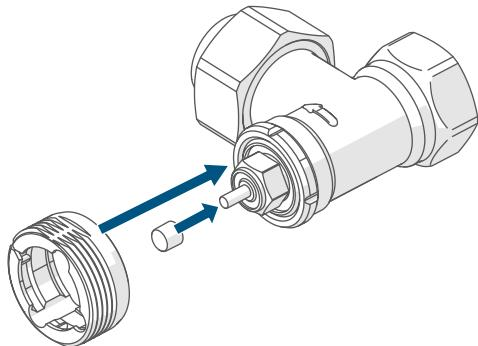

Figura 12
- Abra el compartimento de las pilas (C) deslizando la tapa del compartimento de las pilas (C) hacia abajo (→véase la figura).
- Coloque dos pilas LR6/Mignon/AA 1,5 V nuevas en la posición correcta, indicada por las marcas impresas en el compartimento, (ver figura 12).
- Deslice de nuevo la tapa del compartimento de las pilas (C) de abajo hacia arriba (→véase la figura).